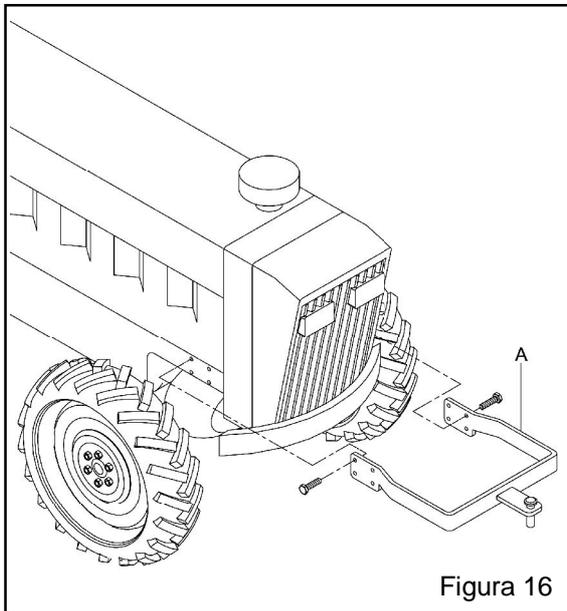

Figura 16
b) Fije el soporte de adaptación frontal (parachoques) "A" en la parte frontal del tractor, para el enganche del brazo de acoplamiento delantero (Figura 16). El soporte de adaptación frontal posee varios modelos, especialmente desarrollados para el acoplamiento en las diversas marcas y modelos de tractores.